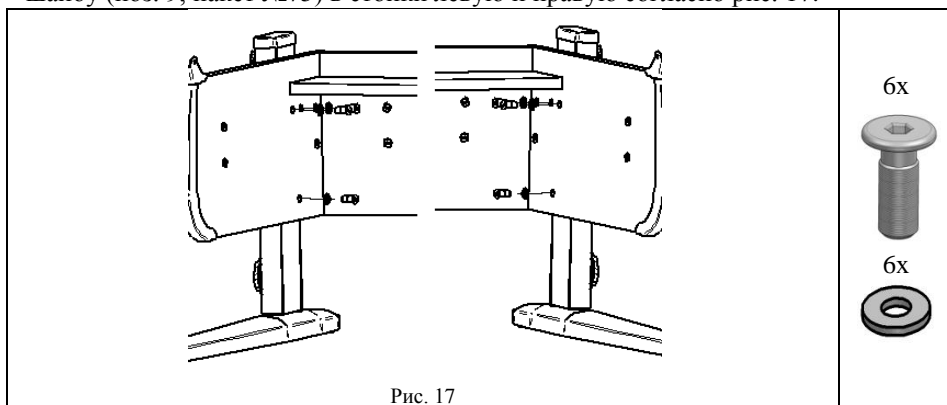

Рис. 17
4.3.3. Ввернуть и затянуть винт специальный (поз. 7, пакет № 75) через шайбу (поз. 9, пакет №75) в стойки левую и правую согласно рис. 17.